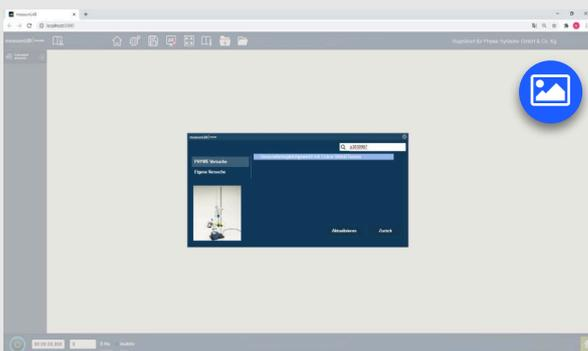

Рис. 3 Загрузка предварительных настроек measureLab
- Загрузите эксперимент «Равновесная диссоциация с помощью Cobra SMARTsense» (p3030967) (эксперимент с загрузкой). Параметры измерения для этого эксперимента теперь загружены (рис. 3).